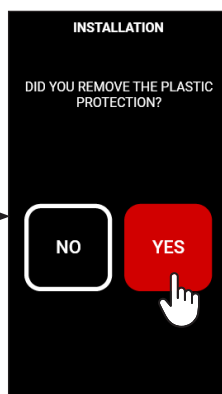

fig.10
- Bekräfta meddelandet på skärmen genom att klicka på JA (endast när plastskyddet har tagits bort) (fig.10);